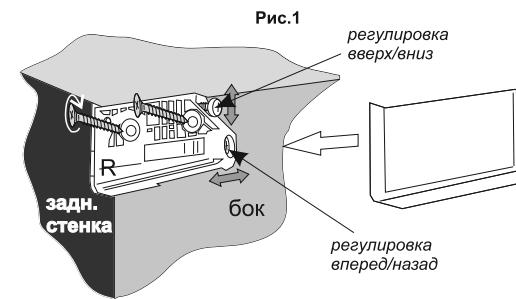

Рис.1
- Установите подвесы тумбы на бока с помощью саморезов 4x30. Левые подвесы (с пометкой «L») на левые бока, правые подвесы (с пометкой «R») на правые. (см. рис.1)
- Подвесьте тумбу на стену и произведите необходимую регулировку подвесов. (см.рис.1)